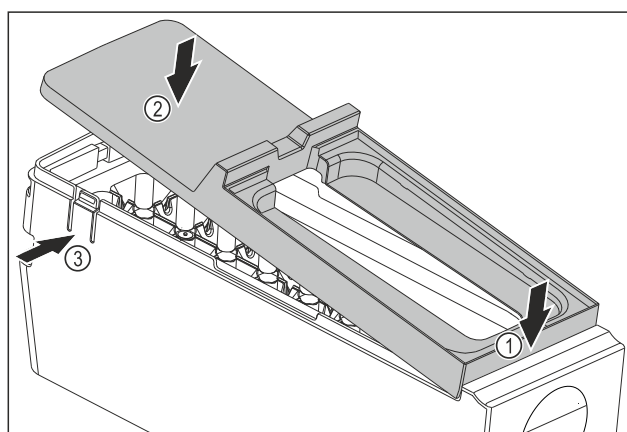

Fig. 134
- ▶ Montering af EasyTwist-Ice-legemets afdækning: Påsæt afdækningen foran Fig. 134 (1)
- ▶ Sænk afdækningen bagtil Fig. 134 (2)
- ▷ Afdækningen går hørbart i indgreb i begge lasker Fig. 134 (3).